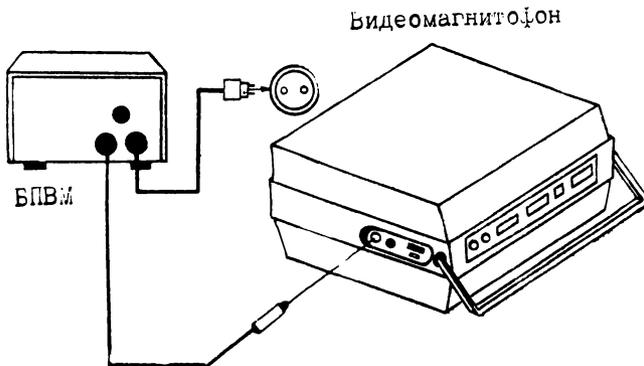

Рис. 12.
- подсоединить БПВМ к сети и к видеомагнитофону (рис. 12);